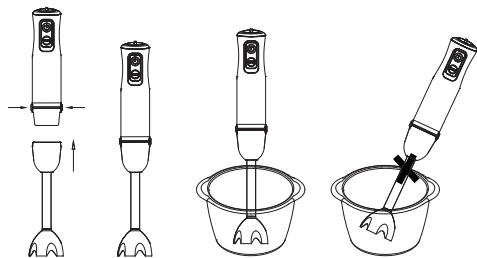

Рис. 1
- Насадку-блендер (1) используйте для приготовления соусов, майонеза, фруктовых пюре, детских смесей, смешивания разнообразных ингредиентов, для переработки фруктов и овощей, содержащих достаточное количество сока.
- Перед установкой насадки-блендера (1) убедитесь в том, что вилка шнура питания не вставлена в электрическую розетку.
- Вставьте насадку-блендер (1) в моторный блок до срабатывания фиксаторов (2), убедитесь в надёжной фиксации насадки (рис.1).
- Погрузите насадку-блендер (1) в ёмкость с продуктами, которые вы хотите измельчить/перемешать, можно поместить продукты в стакан (11).
При переработке продуктов держите моторный блок с насадкой-блендером (1) вертикально (рис. 1).
- Для включения нажмите и удерживайте кнопку (4) «». Используйте этот режим работы для смешивания жидких продуктов.
- При нажатии и удержании кнопки (4) «» Вы можете регулировать скорость вращения насадки поворотом регулятора (5). Используйте этот режим работы для переработки жидких и твёрдых продуктов.
- Для работы в режиме максимальной скорости нажмите и удерживайте кнопку (3) «TURBO».
- Для выключения вращения насадки-блендера (1) отпустите кнопку (3 или 4).
- После завершения работы выньте вилку шнура питания из электрической розетки и снимите насадку-блендер (1), нажав на кнопки фиксатора (2) (рис. 1).